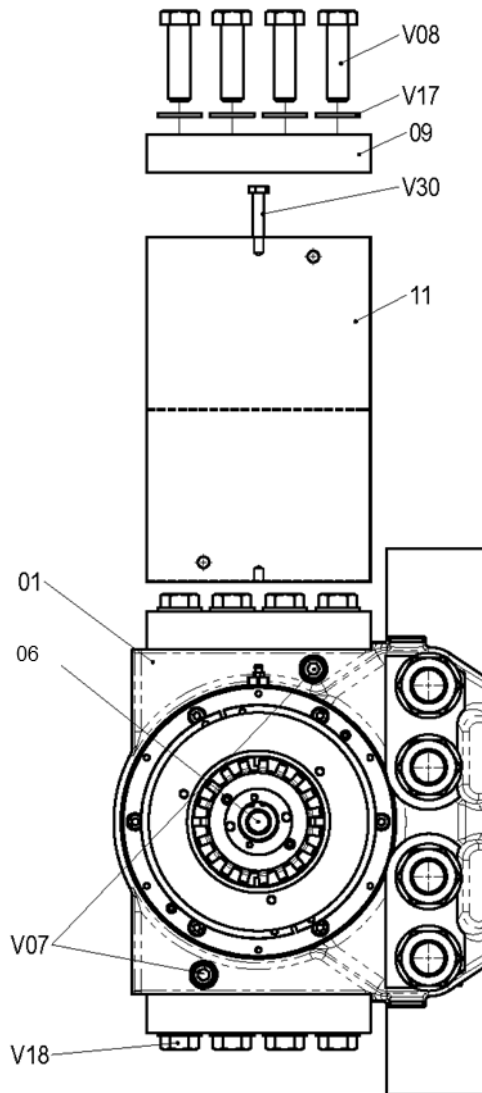

Bild 5.6
4. Mit einem Schraubenschlüssel oder einem Steckschlüssel ziehen Sie nun die Schraube für die Verschleißüberwachung **06** an bzw. lockern sie, bis der Spalt zwischen Belag und Scheibe ausreichend ist für das Einsetzen des neuen Belags Bild 5.6, siehe Kapitel 5.3.